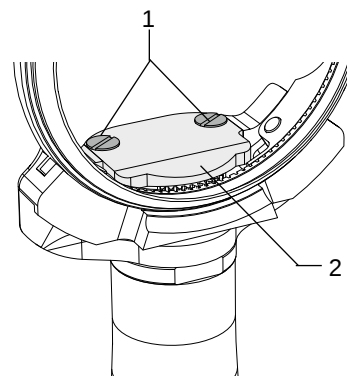
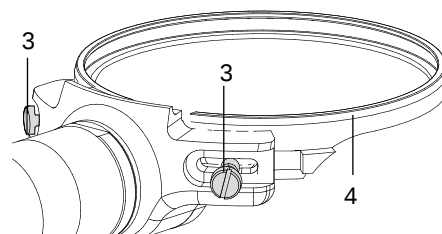

Abb. 8.1 – Abdeckung abnehmen
Abb. 8.2 – Schrauben herausdrehen
- 1) Beide Schrauben (1) an Getriebeabdeckung (2) herausdrehen und aufbewahren, s. Abb. 8.1.
- 2) Abdeckung (2) abnehmen.
- 4) Beide Schrauben (3) an der Klingenaufnahme (4) lösen, bis sich die Klingenaufnahme abnehmen lässt, s. Abb. 8.2.